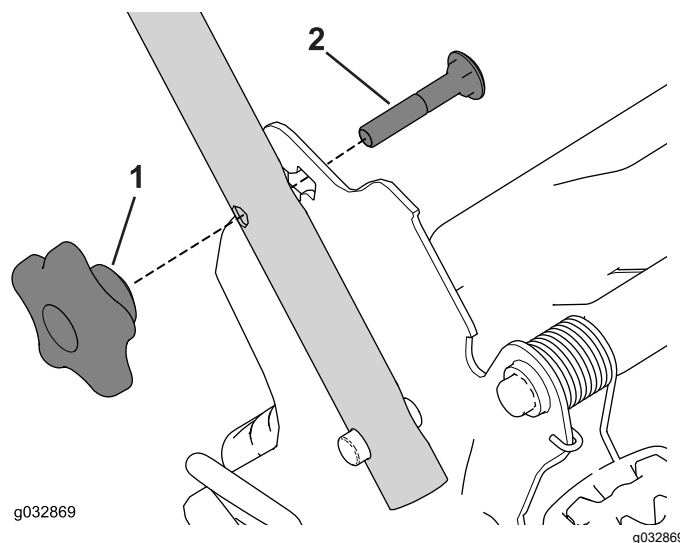

Figure 26
1. Retirez et conservez les 2 boutons et les 2 boulons de carrosserie du support de la poignée (Figure 26).